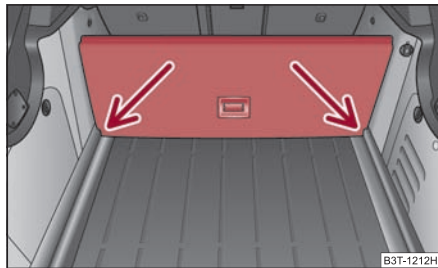

Fig. 98 Coffre à bagages: Séparation du coffre à bagages
- Soulevez la partie avec la fixation et fixez-la en la poussant dans les rainures ⇒ fig. 98. ■